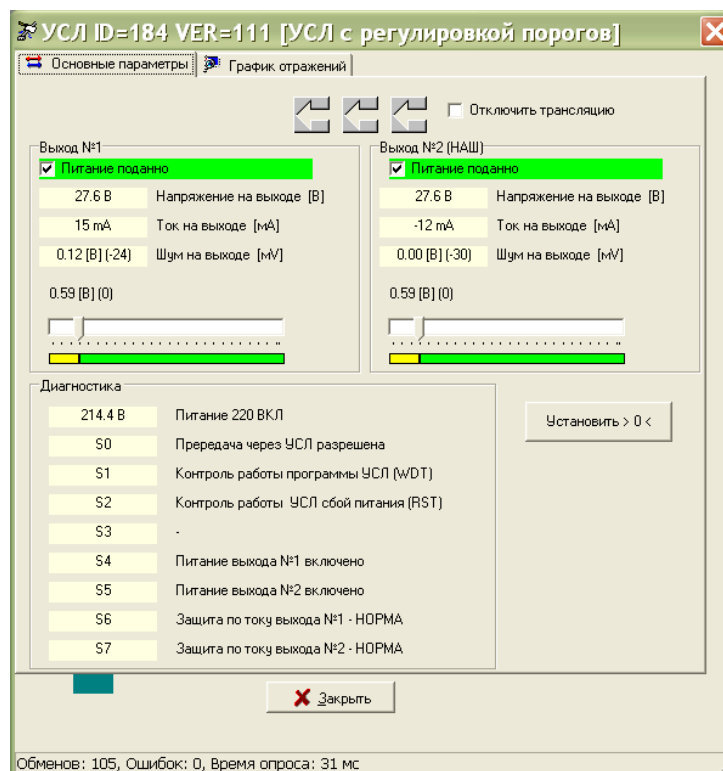

Рисунок 12 - Параметры УСЛ-П
2) Выбрать в таблице устройств «УСЛ». В окне «Поиск» выбрать команду «Тест» и установить следующие параметры конфигурации УСЛ-П (рисунок 12):
4) Выбрать найденный усилитель в таблице устройств и нажать кнопку «Тест». Откроется окно с параметрами усилителя (рисунок 12).
- 4) Выбрать найденный усилитель в таблице устройств и нажать кнопку «Тест». Откроется окно с параметрами усилителя (рисунок 12).
- 6) Нажать на кнопку «Установить 0» в поле «Диагностика» (рисунок 12). Значение в поле «Ток в линии СОС-95» должно стать  $(0 \pm 20)$  мА.